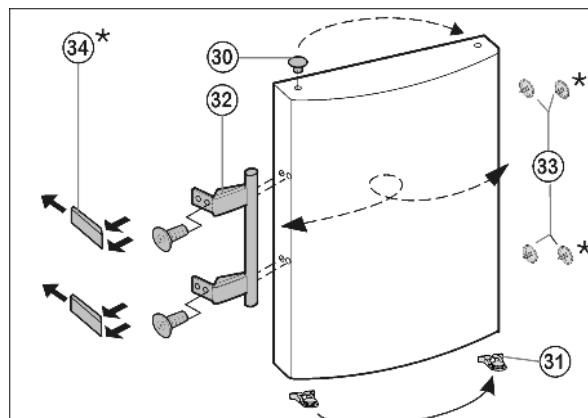

Fig. 7
- Извлеките пробку Fig. 7 (33) из опорной втулки дверцы и переставьте.
- Снимите и переставьте на противоположную сторону дверную ручку Fig. 7 (32), пробку Fig. 7 (33) и прижимные пластины\* Fig. 7 (34).